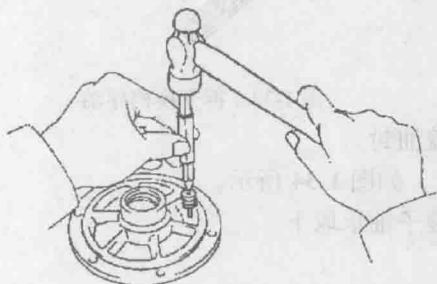

图 1-39 取出圆柱销
39) 用起销器取出弹性圆柱销, 并依次取出两个行星齿轮及垫片, 两个半轴齿轮及垫片及行星齿轮轴, 如图 1-39 所示。